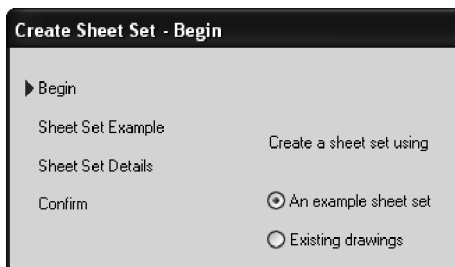

Fig. 10.48 Fereastra **Create Sheet Set – Begin**
3. În fereastra de dialog **Create Sheet Set – Begin** se optează pentru construirea noului set pe baza unui set șablon, selectând opțiunea *An example sheet set* – Fig. 10.48. Apoi se apasă butonul **Next**.